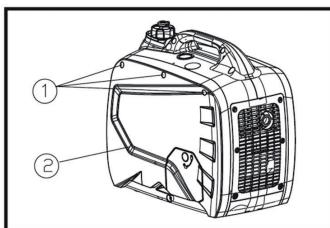

Рис. 22
- Отверните винты крепления 1 (Рис. 22) и снимите боковую крышу корпуса.